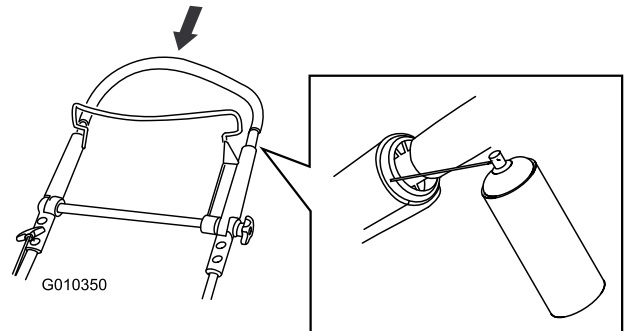

Bild 44
2. Drücken Sie den oberen Bügel ganz nach unten und sprühen Sie die innere Kunststoffoberfläche des äußeren Bügel ein (Bild 44).